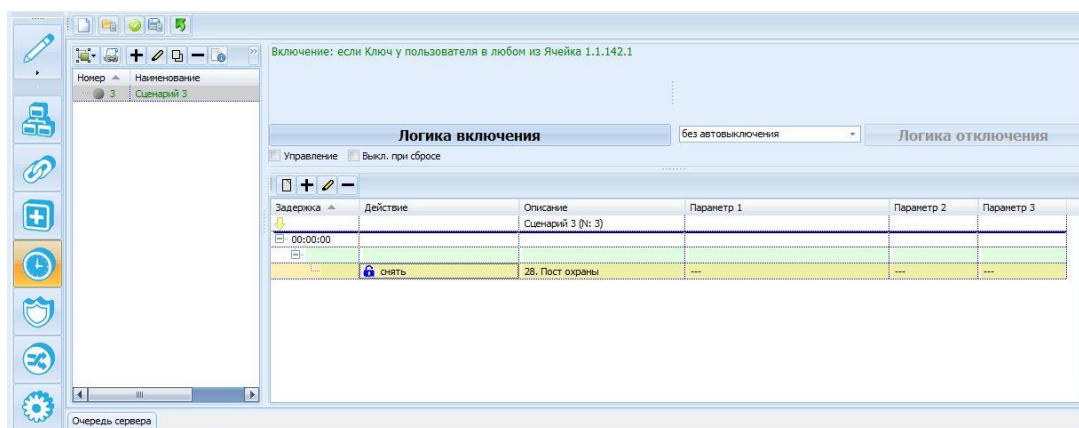

Рисунок 5.24
- Для этого настроить его логику включения по состоянию «Ключ у пользователя» в выбранной ячейке ключницы. В логике отключения сценария выбрать – без автовыключения (рисунок 5.24).